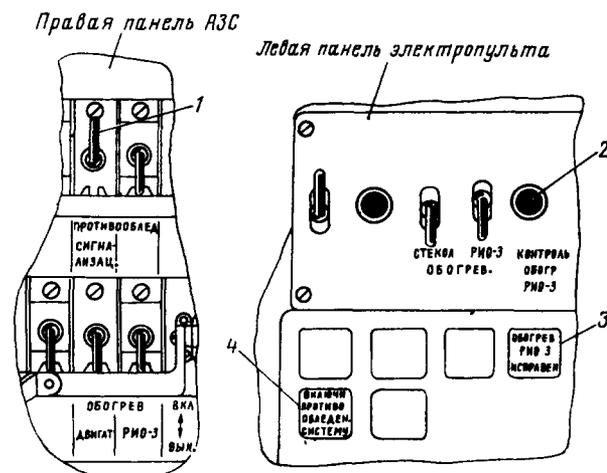

Рис. 104. К проверке работоспособности радионизотопного сигнализатора обледенения РИО-3:
- а) включить автомат 1 защиты сети (рис. 104) «Противообледен.—Сигнализац.» при надетом защитном кожухе на штыре датчика сигнализатора. При этом должна загореться сигнальная лампа табло 4 «Включи противооблед. систему»;